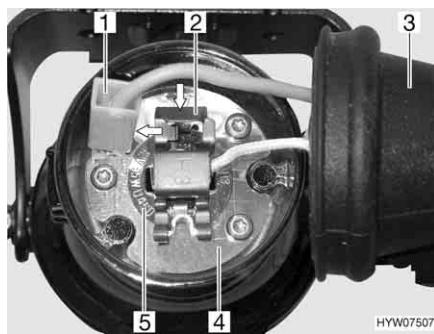

Fig. 221 Luce fendinebbia
- Afferrare dietro la luce fendinebbia e togliere il copripolvere di gomma (Fig. 221,3) dall'involucro (Fig. 221,4).
- Togliere il cavo negativo (Fig. 221,1) dall'involucro.
- Premere la graffa di supporto (Fig. 221,2) per sganciarla e spingerla di lato.
- Estrarre dall'involucro la lampada ad incandescenza (Fig. 221,5) con il cavo.